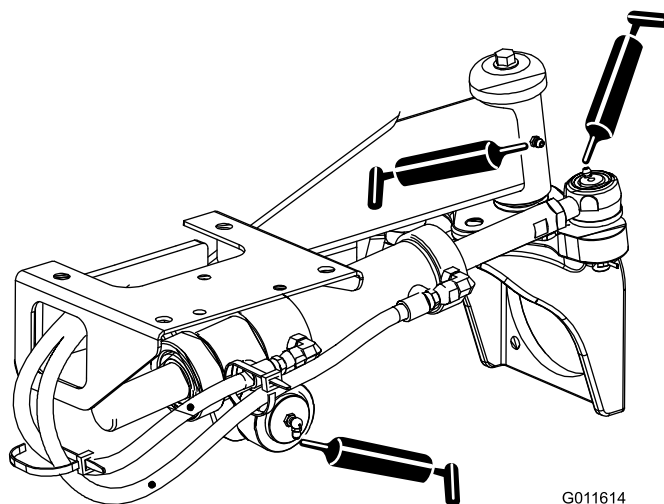

Bild 70
- Lenkzylinder-Kugelgelenke (2) und Hinterachse (1)—Bild 70